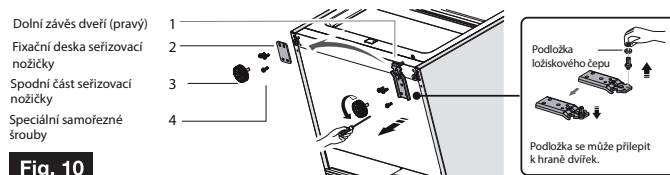

Fig. 10
9. Chladničku opatrně položte do vodorovné polohy. Fig. 10 Vyšroubujte a vyjměte obě seřizovací nožičky, uvolněte samořezné šrouby a sejměte fixační desku seřizovací nožky na levé, resp. dolní závěs dveří na pravé straně.